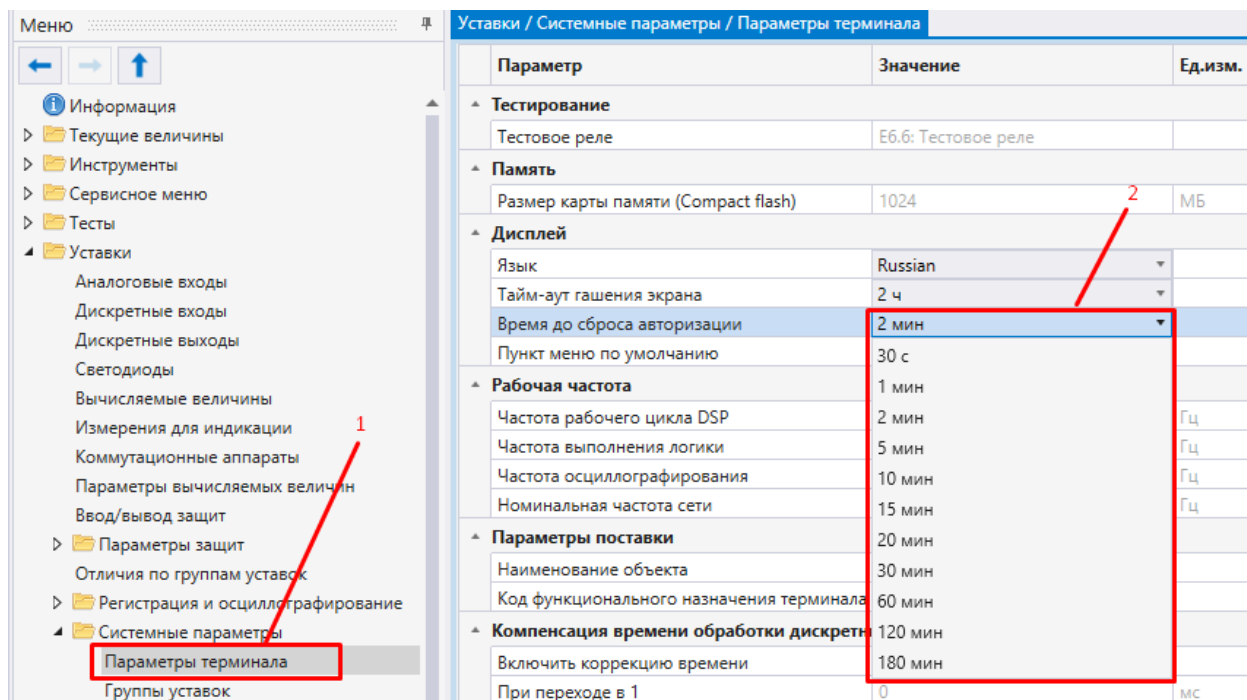

Рисунок 3
3.2.3 При отсутствии активности в течение определенного времени, интерактивный сеанс пользователя завершается. Настройка указанного времени происходит в программе Smart Monitor в пункте меню «дерева» проекта **Уставки** → **Системные параметры** → **Параметры терминала** (рисунок 3, поз. 1) в поле **Дисплей** параметр **Тайм-аут доступа** (рисунок 3, поз. 2). Тайм-аут доступа настраивается в диапазоне от 0,5 до 180 мин. Доступные параметры настройки тайм-аута доступа: 0,5; 1; 2; 5; 10; 15; 20; 30; 180 мин. Для применения изменений необходимо записать уставки в терминале. Запись уставок в терминале происходит при нажатии на панели инструментов на кнопку  **Записать**.